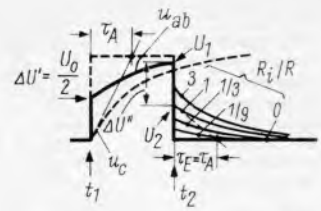

Bild 9. Klemmenspannung u_{ab} eines Generators bei Belastung mit einem Hochpaß für verschiedene Werte R_i/R an Vorder- und Rückflanke
An der Rückflanke, zur Zeit t_2 , springt R_i wieder zu kleineren Werten. Das hat ein kleineres Teilverhältnis von R_i/R zur Folge und damit einen größeren Spannungssprung $\Delta U''$. Da sich das Teilverhältnis geändert hat, sind die Sprünge an Vorder- und Rückflanke nun nicht mehr gleich groß. Es ergibt sich folgendes (Bild 9): Durch die Veränderung von R_i treten zwei Zeitkonstanten auf. Da an der Vorderflanke der Kondensator aufgeladen wird, soll die hier einzusetzende Größe als Aufladezeitkonstante τ_A bezeichnet werden.
- τ_E legt nach dem Sprung $\Delta U''$ von U_1 auf U_2 (Bild 9) den Abfall nach Null fest.
Die Größe des Sprunges zur Zeit t_2 wird allein durch das Teilverhältnis R_i/R bestimmt. Wie man sieht, entspricht ein Rechtecksprung an der Rückflanke dem Teilverhältnis $R_i/R = 0$. In Bild 9 sind verschiedene Spannungsverläufe